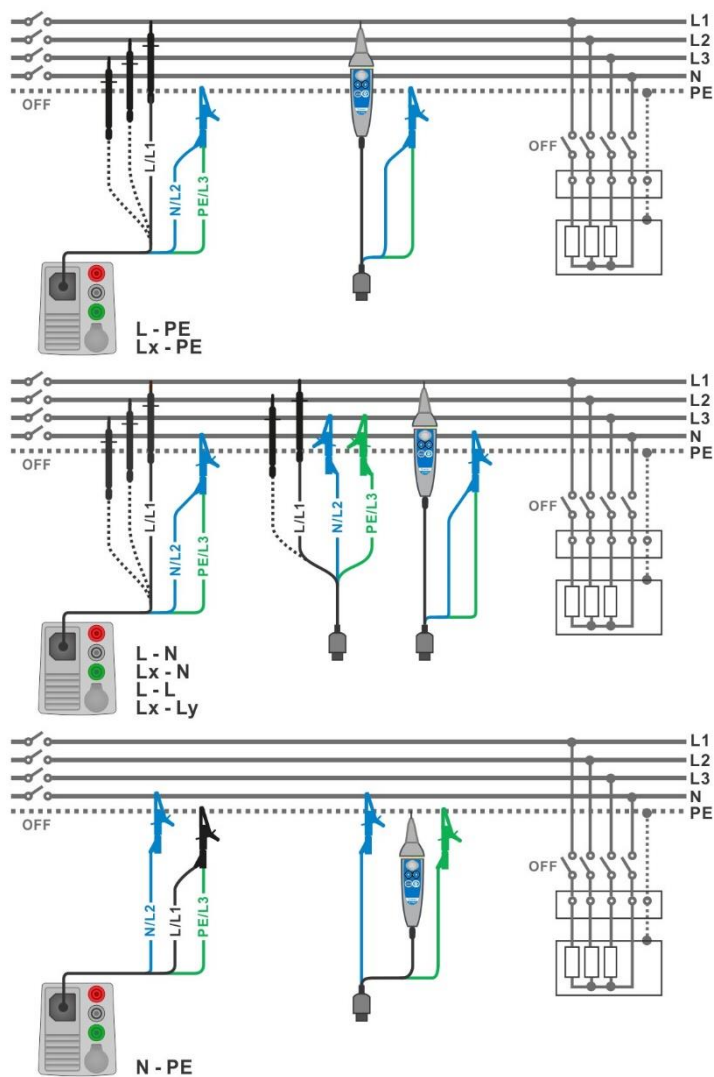
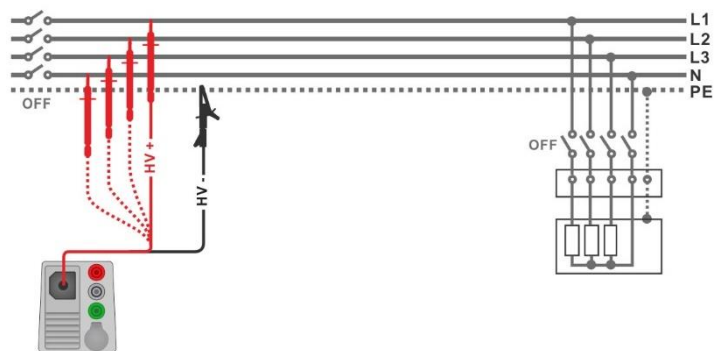

Abbildung 7.7: Anschluss des 3-Leiter Prüfadapters und der Commander-Prüfspitze ($U_N \leq 1 \text{ kV}$)
Abbildung 7.8: Anschluss der 2,5 kV Prüfleitung ($U_N = 2,5 \text{ kV}$)
- › Schließen Sie die Prüflleitungen am Prüfling an (siehe **Abbildung 7.7** und **Abbildung 7.8**).